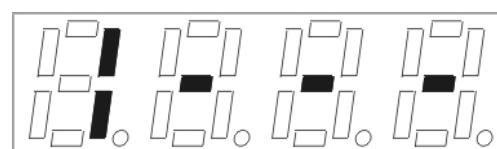

Рисунок 6
- Нажать кнопку «МЕНЮ». На экране появится цифра «1» (рисунок 6).